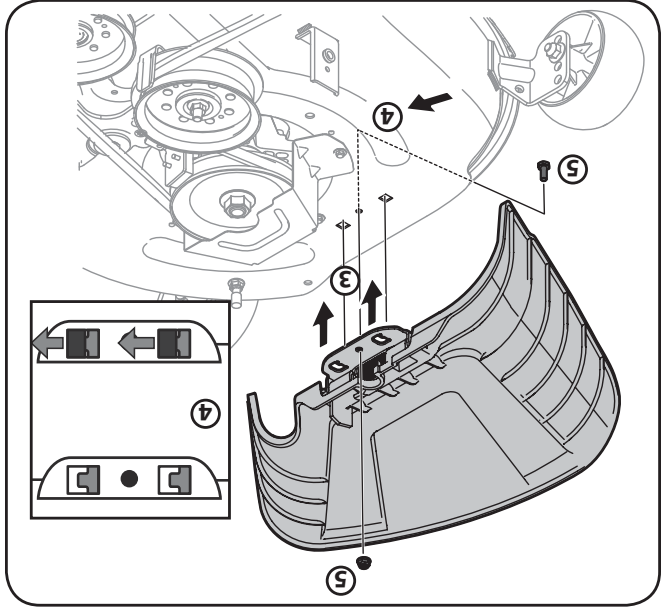

Figure 3-5 (42 po)
1. Enlevez le couvercle en plastique, le cas échéant, de la borne positive de la batterie et attachez le câble rouge à la borne positive (+) avec le boulon et l'écrou à six pans. Voir la Figure 3-5.
2. Enlevez le couvercle en plastique, le cas échéant, de la borne négative de la batterie et attachez le câble noir à la borne négative (-) avec le boulon et l'écrou à six pans. Voir la Figure 3-5.
5. Fixez la goulotte d'éjection en place avec l'écrou autobloquant à bride et le boulon hexagonal retirés à l'étape 2. Serrez-les à un couple de 102-124 po-lb. Voir la Figure 3-5.
3. Placez la goulotte d'éjection sur le plateau de coupe en insérant les pattes de la goulotte d'éjection dans les trous du plateau de coupe. Voir la Figure 3-5.
4. Lorsque les pattes sont insérées dans les trous du plateau de coupe, glissez la goulotte d'éjection vers l'arrière de l'appareil jusqu'à ce que le trou du boulon sur la goulotte d'éjection s'aligne avec le trou du plateau de coupe. Voir la Figure 3-5.